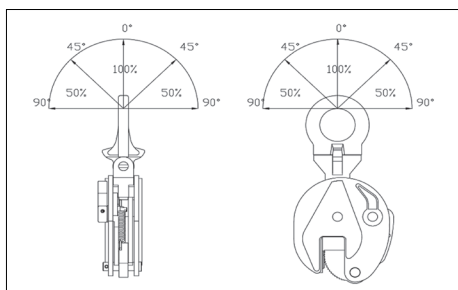

Fig. 9
**ATTENZIONE:** in caso di tiro angolato è necessario ridurre opportunamente la portata seguendo lo schema riportato in fig. 9.